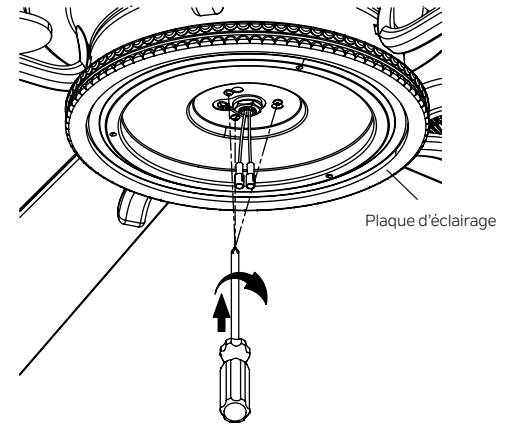

Fig. 23
**Étape 2.** Placez les deux trous de fente sur la plaque d'éclairage sur les 2 vis précédemment desserrées depuis la plaque de montage. Faites pivoter la plaque d'éclairage jusqu'à ce qu'elle se verrouille en place à l'extrémité étroite des trous de clé. Fixez en serrant les 2 vis précédemment desserrées et celle précédemment retirée. (Fig. 23)